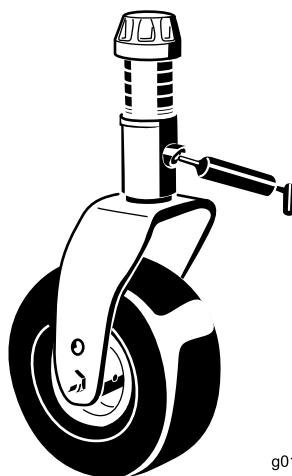

Figure 49
- Bague d'axe de fourche de roue pivotante (1 par roue) (Figure 49)
- Roulements d'axe de pivot (4)
- Bagues de pivot de bras de poulie de tension (1) (sur le bras de poulie de tension)